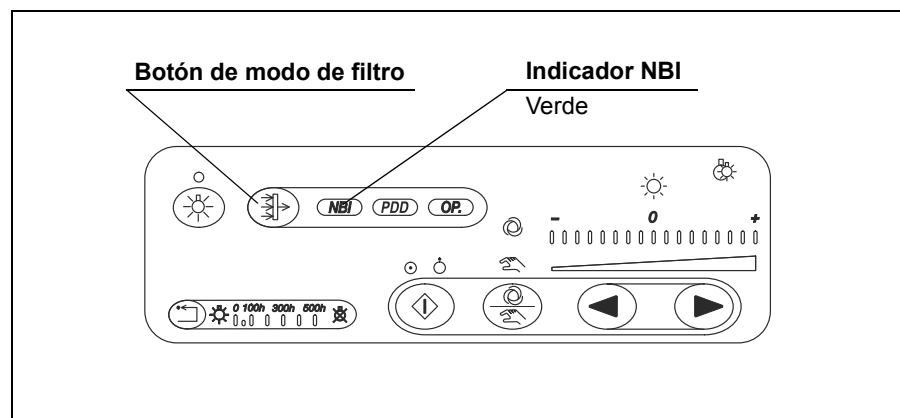

Figura 4.9
1. Compruebe que el botón de modo de filtro está iluminado y que el indicador "NBI" se ilumina en color verde (véase la figura 4.9).
2. En la figura 4.9, el modo de observación normal está activado.